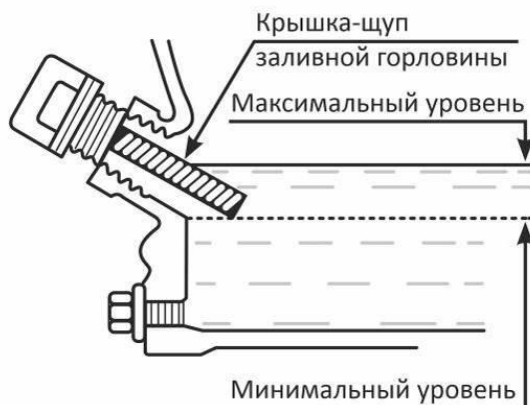

Рис. 19. Определение уровня масла в картере
1. Открутите и извлеките крышку-щуп маслозаливной горловины (Рис. 19).
4. После проверки закрутите крышку-щуп (Рис. 19).